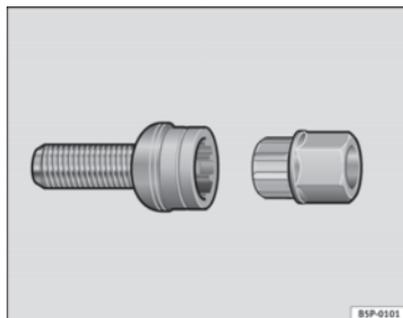

Fig. 180 Boulons de roue antivol
- Introduisez l'adaptateur au maximum dans le boulon antivol de la roue ⇒ fig. 180.